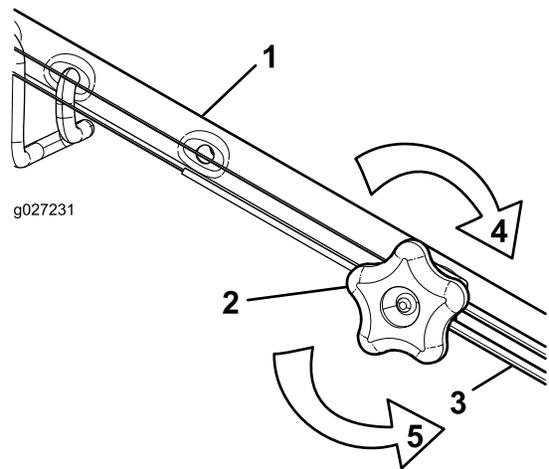

Bild 33
- Drehen Sie das Handrad nach links, um die Zueinstellung zu lösen (Bild 33).
- Stellen Sie die Spannung des Zugs (Bild 33) ein, indem Sie ihn zurückziehen oder nach vorne drücken und dann in dieser Stellung arretieren.